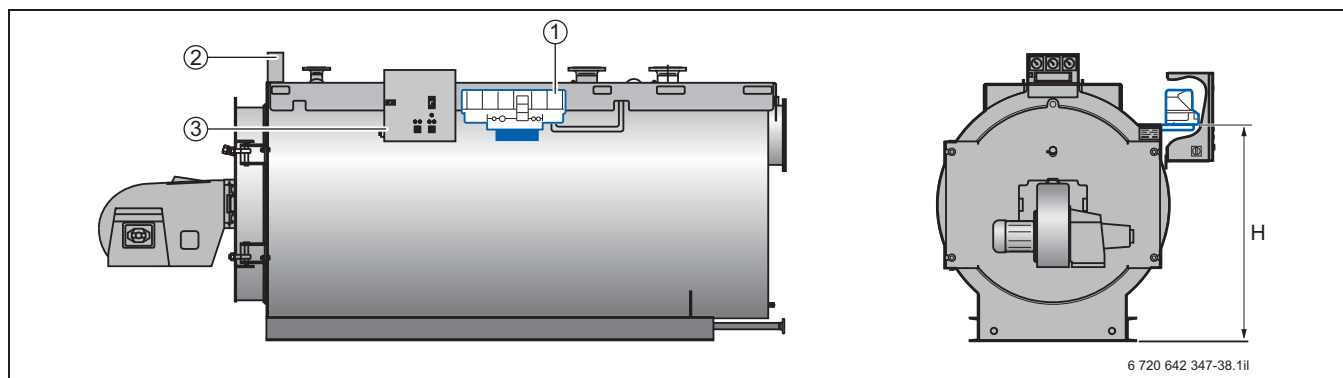

Рис. 44. Боковой кронштейн для крепления системы управления отопительных котлов S825L / LN и Logano plus SB825L / LN (размер H см. табл. 46, стр. 67).
4322. Кронштейн для бокового крепления может быть установлен на котел по желанию справа или слева. Система управления монтируется на переходной пластине на кронштейне для бокового крепления (см. рис. 43 и рис. 44).
- 1) Нижняя кромка прибора управления (размер Н см. рис. 44, стр. 66)
Если поставщик горелки оснащает котел распределительным шкафом, то на заводе на котел может быть установлена плата для его крепления. Она может быть расположена по желанию слева или справа на котле или на фронтальной двери (см. рис. 44, стр. 66)